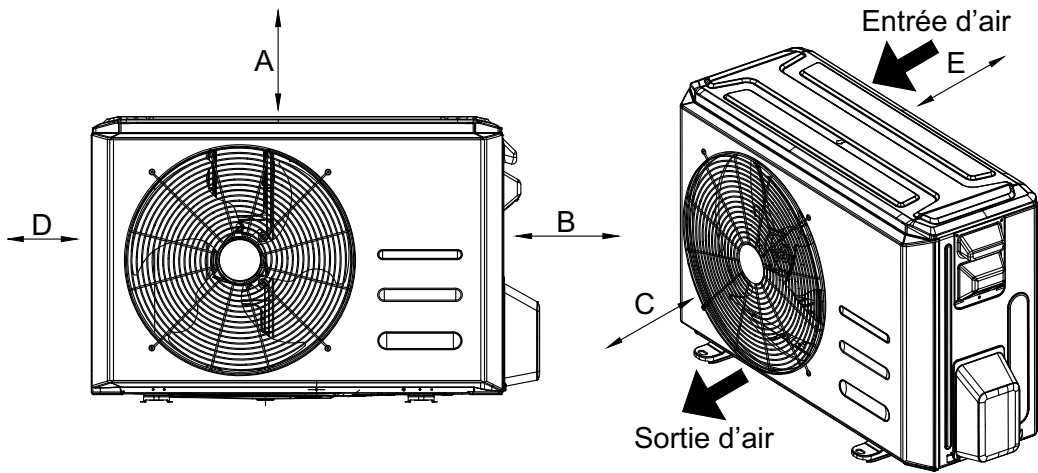

Fig. 8 – Dégagements
- Emplacement qui fournit les dégagements appropriés (voir figure 8).
- Laissez suffisamment d'espace pour permettre la circulation d'air et l'entretien du module. Consultez la figure 8 pour connaître les distances minimales requises entre l'appareil ou les murs.